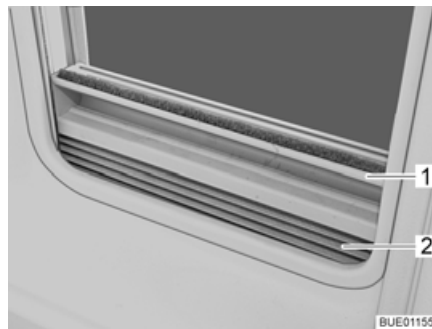

Bild 64 Plisségardin
- Stänga:** ■ Ta tag i mitten på plisségardinens (Bild 64,2) list (Bild 64,1) och drag den nerifrån och upp och släpp loss den vid önskad höjd. Plisségardinen stannar på denna höjd.